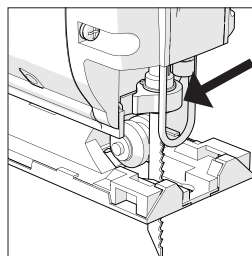

Fig. 1
1. INSTALLARE O RIMUOVERE UNA LAMA (Fig. 1)
- Ruotare la ghiera di blocco del mandrino in avanti e far scivolare la lama del seghetto completamente in sede nel mandrino stesso. Accertarsi che la barra a T dell'attacco a baionetta sia del tutto innestata all'interno del mandrino. (Fig. 1)